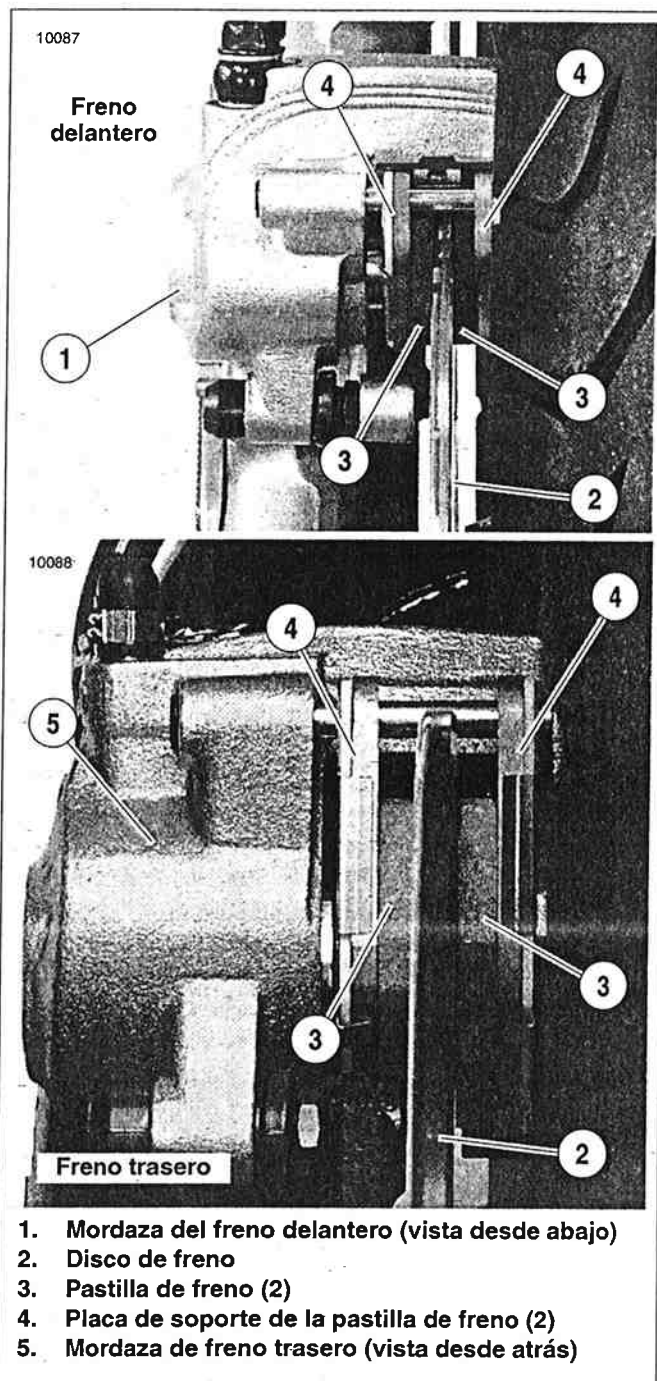

Figura 1-21. Inspección de la pastilla de freno
Vea la Figura 1-21. Cambie las pastillas de freno (3) si la superficie de fricción de las pastillas de freno está desgastada en la mordaza delantera o trasera a 1,02 mm (0,04 pulg.) o menos sobre la placa de soporte (4). Siempre reemplace ambas pastillas en la mordaza como un juego. Consulte REEMPLAZO DE LAS PASTILLAS DE FRENO, en la página siguiente.